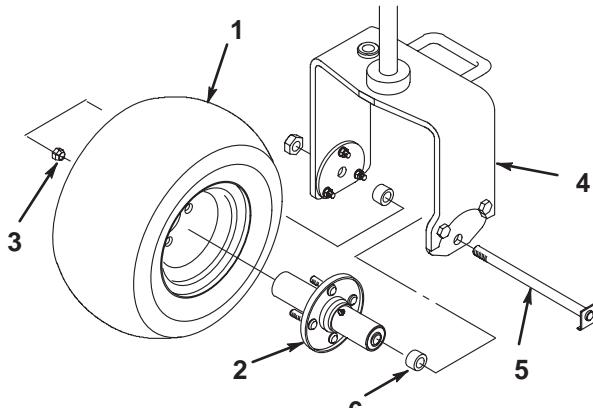

図 2
- キャスター・フォークからホイール・ボルトとロックナットを抜き取る (図 2)。
- ボルトの頭の曲がった部分をアダプタ・プレートの下の縁に掛け (図 2)、ロックナットで固定する。車輪が自由に回転できるよう、ロックナットを締めすぎないように注意する。